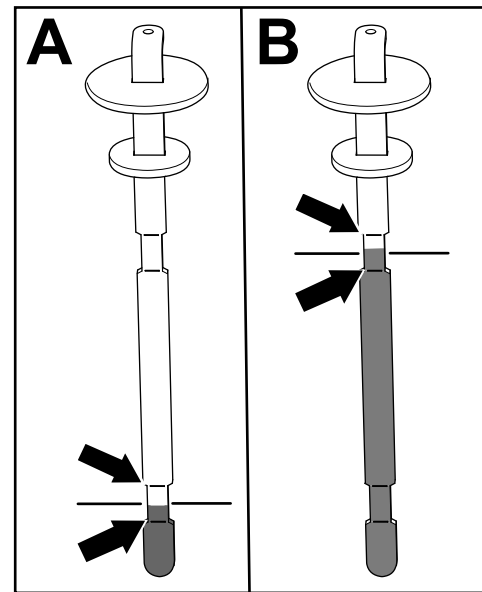

Figura 80
5. Retire la varilla y compruebe el nivel de fluido (Figura 80).
- **Si tiene una unidad de corte instalada:** el nivel de fluido hidráulico está en el nivel apropiado cuando el fluido aparece entre las dos marcas inferiores de la varilla (A en la Figura 80). También es aceptable que el nivel de fluido esté por encima de las marcas inferiores.
- **Si tiene instalado el kit de Mangueras para accesorios de accionamiento hidráulico:** el nivel de fluido hidráulico está en el nivel correcto cuando el fluido aparece entre las dos marcas superiores de la varilla (B en la Figura 80).